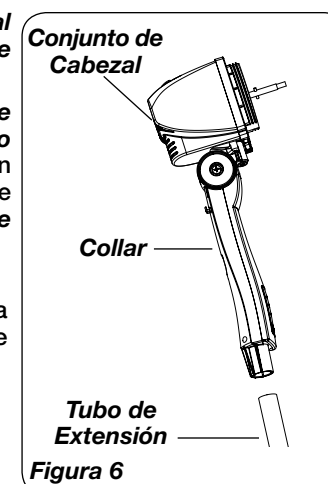

Figura 6
1. Coloque el **Conjunto de Cabezal** con el **Collar** en el **Tubo de Extensión**. (*Figura 6*)